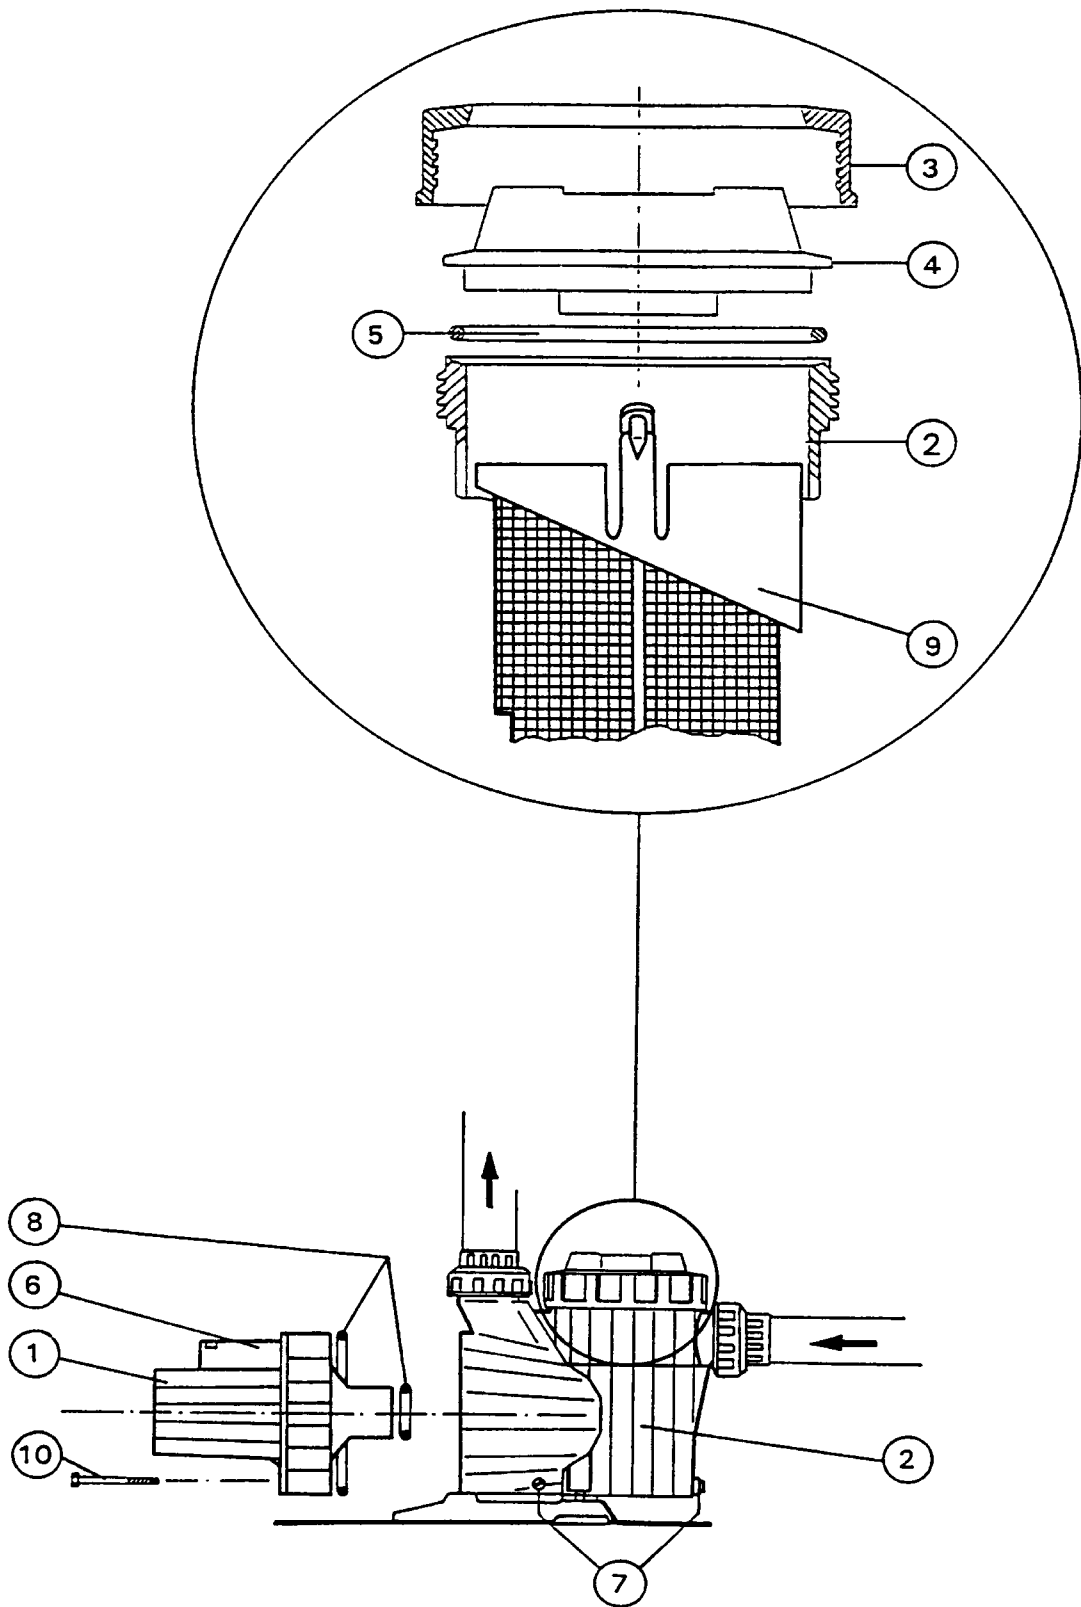

Рис. 1
### 4.1 Описание насоса (Рис. 1)
- Снять накидную гайку (рис. 1, поз. 3) при помощи ключа и удалить крышку фильтра (рис. 1, поз. 4),
**Внимание!** Не допускать работы насоса без фильтра грубой очистки (рис. 1, поз. 9).
- Контроль направления вращения: только для трехфазных моторов. Включить на короткое время насос. Установленный на клеммной коробке мотора светодиод (рис. 1, поз. 6) не должен загореться. Если светодиод горит, то мотор работает в неправильном направлении. В этом случае поменять местами любые две фазы.
- Если фильтровальная установка установлена в месте допускающем замерзание установки (например, открытые бассейны), то необходимо в зимний период слить воду из насоса. Для этого необходимо с помощью специального инструмента отвинтить сливные винты на насосе (рис. 1, поз. 7). Винты выполнены из ПВХ поэтому их можно легко повредить и затягивать только усилием руки.
- Время от времени следует проверять фильтр грубой очистки, при необходимости промывать. При этом следить за состоянием уплотнительного кольца (рис. 1, поз. 5) и посадочного места. Они должны содержаться в чистоте. Установить фильтр грубой очистки так, чтобы выступ корпуса попал в углубление посадочной поверхности. (следовать указаниям из П. 6).
- При возникновении неисправности сначала выключить насос, затем отделить моторный блок от корпуса насоса, отвинтив восемь винтов (рис. 1, поз. 10). При сборке обращать внимание на правильную установку обоих уплотнительных колец (рис. 1, поз.8). Затягивать винты равномерно крест-накрест. Моторный блок допускается монтировать/демонтировать только квалифицированному персоналу.